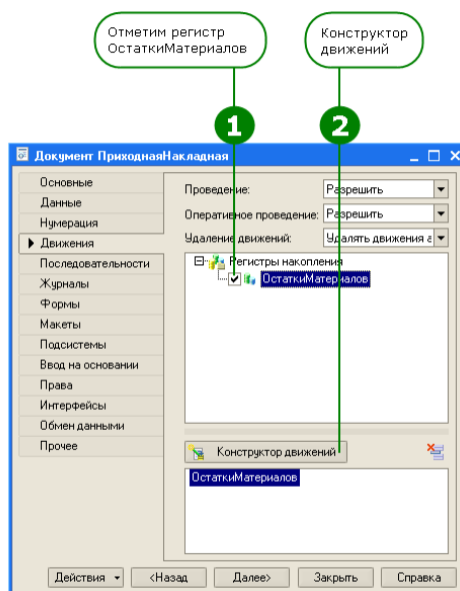

Рис. 3.2.27. Вызываем Конструктор движений для документа ПриходнаяНакладная
**Задание 6.** Создание движений документа «ПриходнаяНакладная» Движения документа – это записи в регистрах, которые создаются в процессе проведения документа и отражают изменения, производимые документом. Откроем окно редактирования объекта конфигурации Документ ПриходнаяНакладная. Перейдем на закладку Движения и в списке регистров конфигурации отметим регистр накопления ОстаткиМатериалов (рис. 3.2.27):